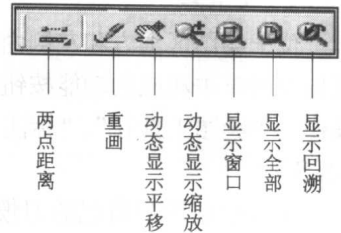

图 1-5 “常用工具”工具栏
(3) “常用工具”工具栏 位于属性工具栏右下侧，包括“两点距离”和“重画”、“动态显示平移”、“动态显示缩放”、“显示窗口”、“显示全部”、“显示回溯”等常用的显示控制命令图标，如图 1-5 所示。